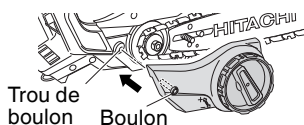

Fig. 7
- (1) Aligner le boulon avec le trou de boulon. (Fig. 7)